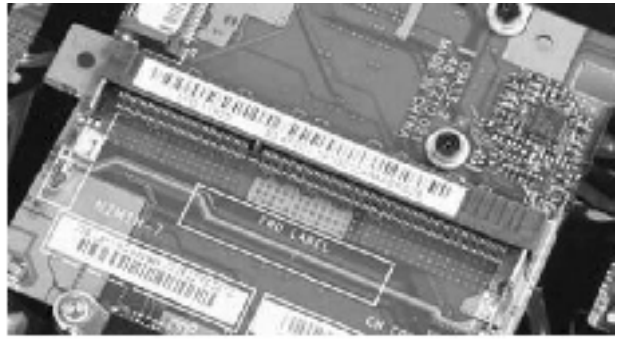

图 2-30 主板上的 PCI Express 插槽
4) PCI Express 插槽。随着 3D 性能要求的不断提高，AGP 已越来越不能满足视频处理带宽的要求，目前主流主板上显卡接口多转向 PCI Express（见图 2-30）。